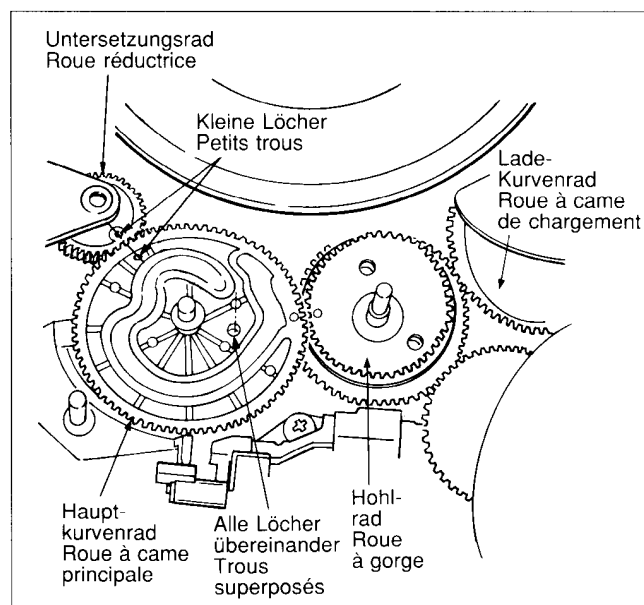

Fig. 63
2. Das Hauptkurvenrad auf das Hilfskurvenrad setzen, so daß das kleine Loch des Hauptkurvenrades mit dem kleinen Loch des Untersetzungsrades fluchtet. Das große Loch des Hauptkurvenrades fluchtet mit dem großen Loch des Hilfskurvenrades, siehe Fig. 63.
2. Placer la roue à came principale sur la roue à came auxiliaire de sorte que son petit trou soit en coïncidence avec celui de la roue réductrice. Le gros trou de la roue à came principale doit être aligné avec le gros trou de la roue à came auxiliaire tel qu'indiqué à la fig. 63.